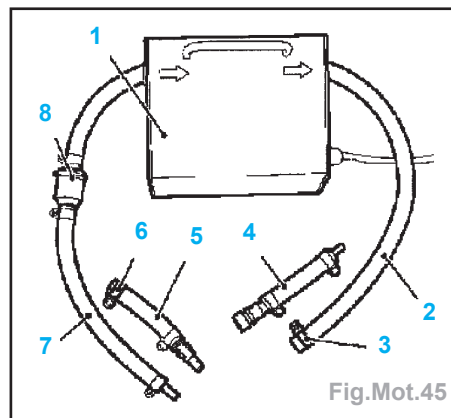

Fig.Mot.45
- Poser les adaptateurs **KM-948-200-1** et **KM-948-200-2** sur **KM-948** (1) (Fig.Mot.45) :
- monter la fiche de la fermeture rapide **KM-948-200-1** (5) sur la conduite d'aspiration (7),
- monter la douille de la fermeture rapide **KM-948-200-2** (4) sur la conduite de pression (2).